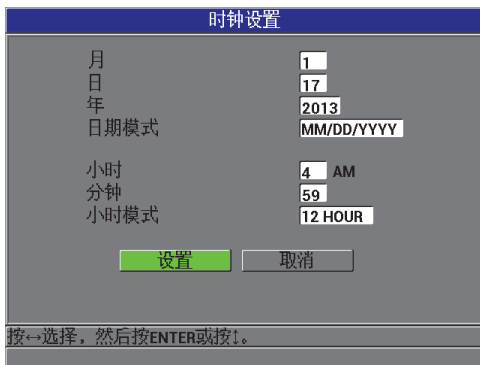

图 3-3 时钟设置屏幕
3. 在**时钟设置**屏幕中（参见第 48 页的图 3-3）：